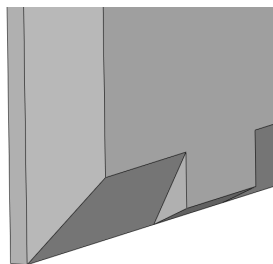

图 16-57 创建拉伸凸台特征
(15) 退出草图绘制环境，弹出【凸台-拉伸】属性管理器，设置【终止条件】为【两侧对称】选项、【深度】为 15，单击【确定】按钮，即可创建拉伸凸台特征，如图 16-57 所示。